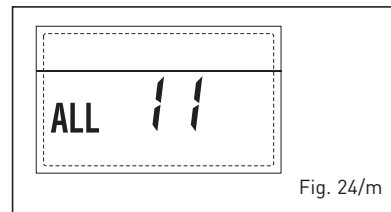

Fig. 24/m
- ANOMALIA CONFIGURAZIONE "ALL 12" (fig. 24/n)